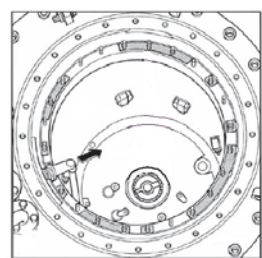

图 29
(5)取下吸油管，从里面拉出插入头部法兰的连接弯管(图 29)，注意不要损坏弯管上的 O 形密封圈。